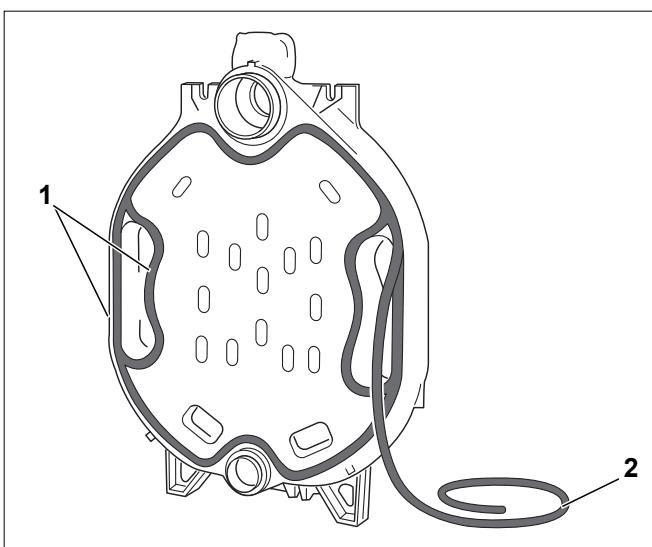

Рис. 11 Укладка уплотнительного шнура (шнур KM)
- ▶ Уложите эластичный шнур (шнур KM: рис. 11, [2]) в пазы на передней стороне задней секции (рис. 11, [1]), начиная с верхней ступицы, и слегка прижмите его. На стыках уложите уплотнительный шнур внахлест примерно на 2 см и хорошо прижмите друг к другу.